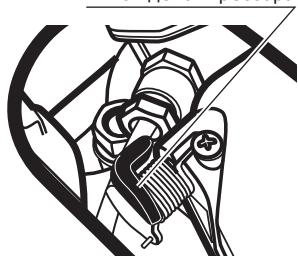

Рис. 16
- Рычагом декомпрессора двигателя приведите его в открытое положение (во время запуска двигателя клапан декомпрессора автоматически закроется) (рис. 16).
- Удерживая декомпрессор (рис. 16), поверните ключ выключателя зажигания в положение «СТАРТ». Через несколько секунд после того, как вал двигателя наберет максимальные обороты, отпустите декомпрессор и отпустите ключ зажигания сразу после того, как двигатель генератора заведется (ключ выключателя зажигания при этом автоматически займет положение «ВКЛ»).